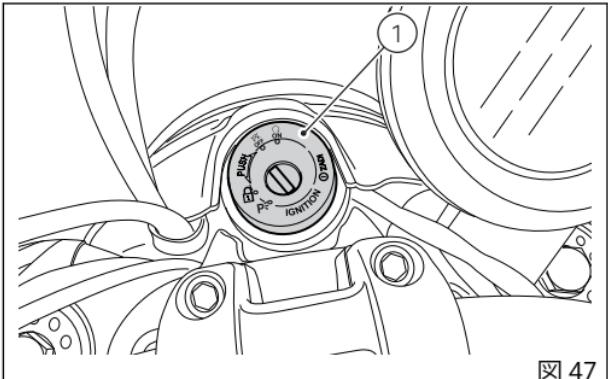

図 47
イグニッションキーを(1、図47)の位置に回します。インストルメントパネルの緑のランプN(A)と赤のランプ P^1 (B)が点灯していることを確認してください。